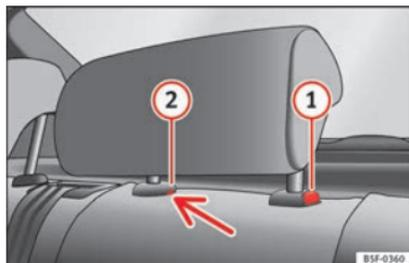

Fig. 144 Poggiatesta per il sedile posteriore centrale: punto di sblocco.
- Premere il tasto **1** » **fig. 144**, premendo al tempo stesso attraverso il foro della sicura **2** » **fig. 144** con un cacciavite piatto di massimo 5 mm di larghezza e ritirare il poggiatesta.